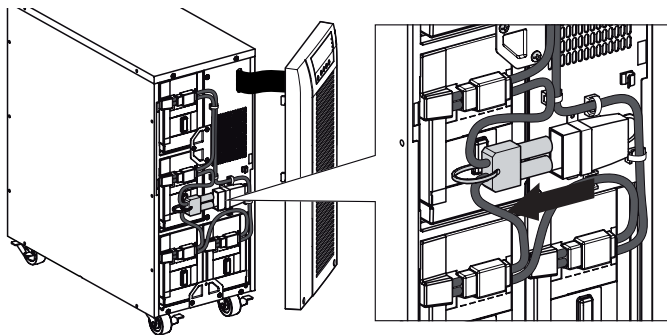

Figure 28. Déconnexion des batteries internes de l'onduleur.
Si l'onduleur doit être transporté, vérifiez qu'il est débranché et arrêté avant de déconnecter le connecteur interne de la batterie (voir Figure 28 à la page 27).
2. Déconnectez le connecteur de la batterie interne (voir figure 28).